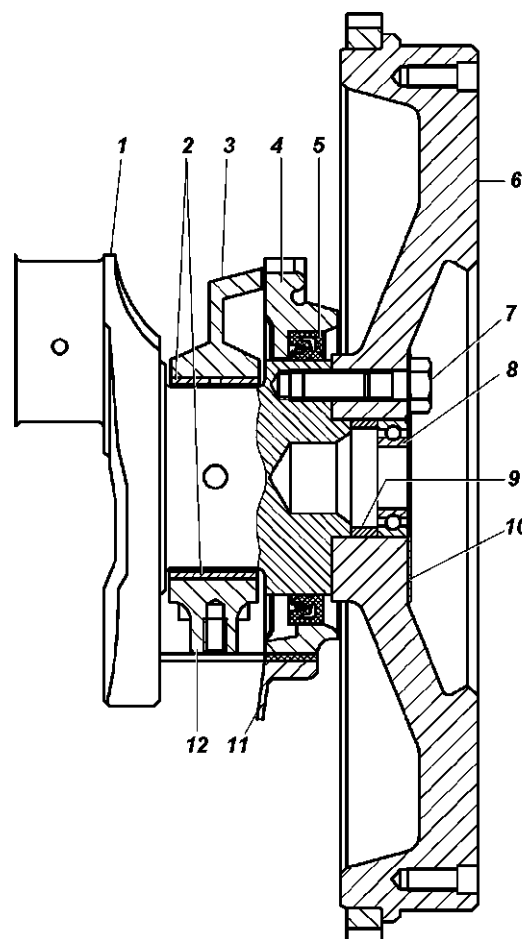

Рис. 4.32. Задний конец коленчатого вала:
- снимите задний сальниководержатель 4 (рис. 4.32);
- снимите крышки коренных подшипников (рис. 4.32, 4.33, 4.34) коленчатого вала вместе с вкладышами и упорными полшайбами, проверив правильность меток на крышках;